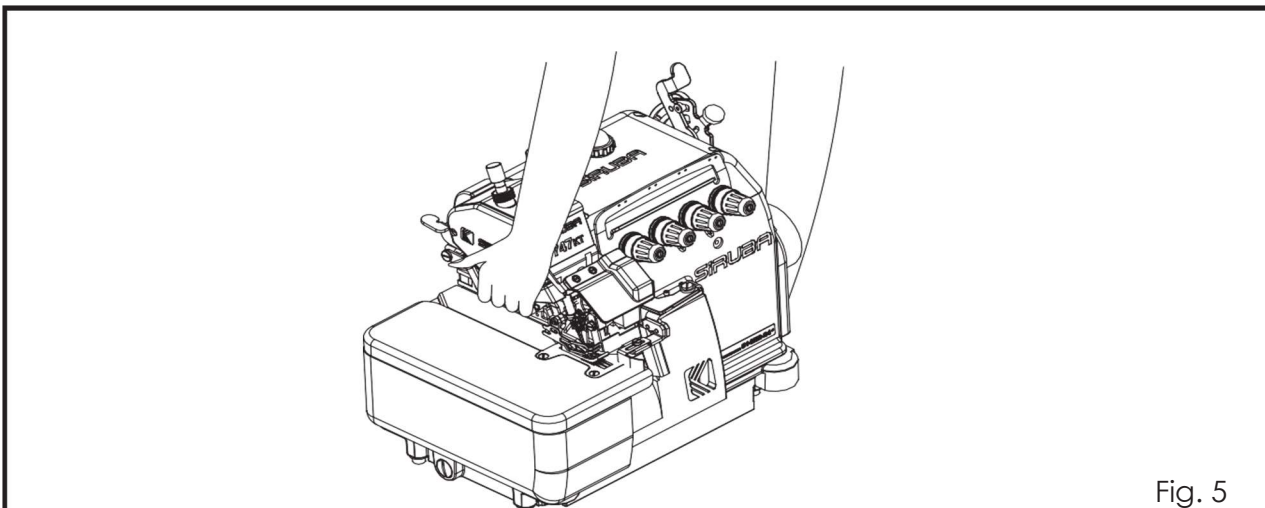

Fig. 5
- Para mover a máquina de costura, por favor siga a figura exibida. Usando a mão esquerda para segurar a máquina frontal da cobertura do corpo, e mão direita para segurar a placa inferior para mover. Por favor use sapatos de segurança, enquanto estiver movendo. (Fig.5)